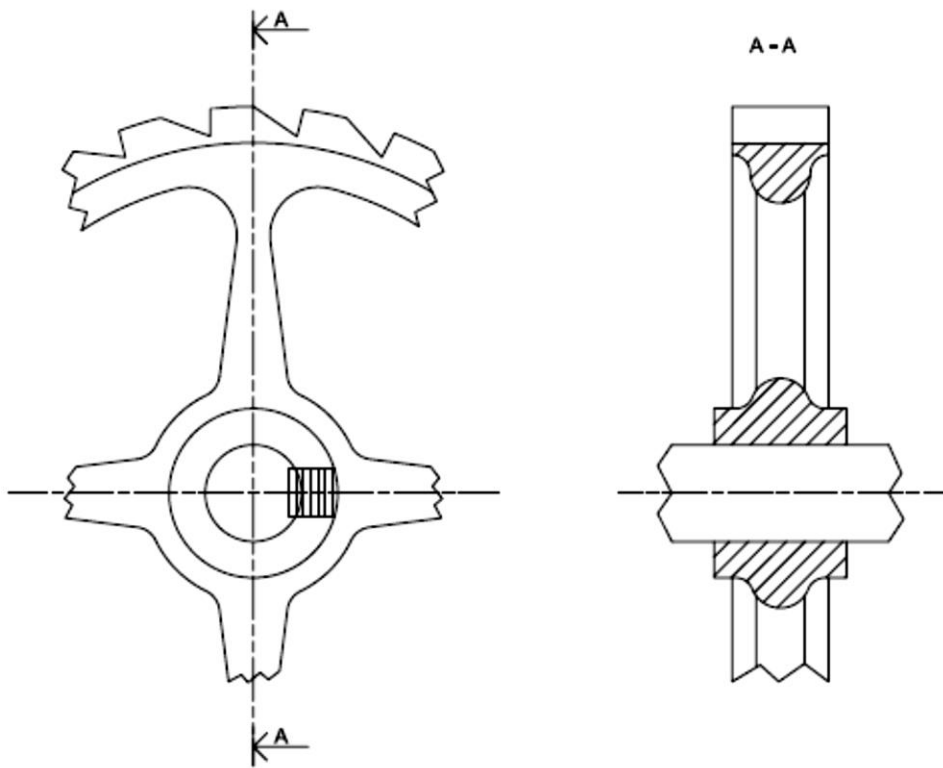
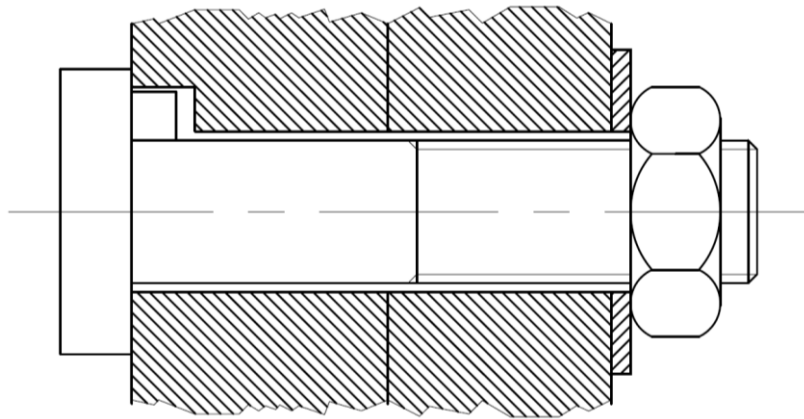

Fig. 8
Fig. 9
10) Las nervaduras, pasadores, ejes, tornillos, brazos de poleas y partes semejantes no se cortan longitudinalmente; por lo tanto, no llevan rayado, Fig. 8, Fig. 9.